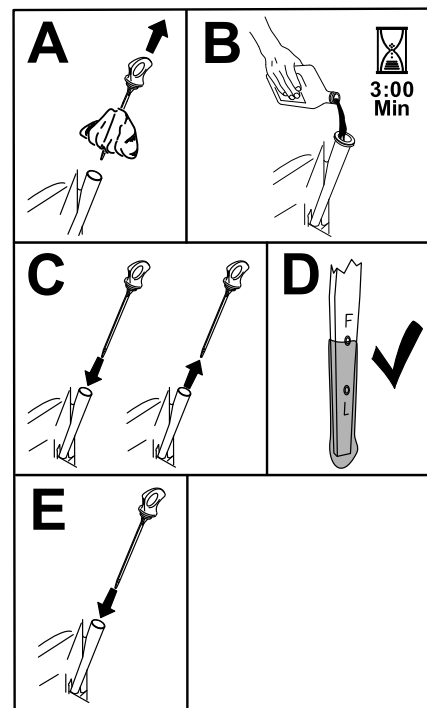

Figura 42
5. Lentamente, deite cerca de 80% do óleo especificado no tubo de enchimento e lentamente adicione óleo para que atinja a marca **Cheio** (Figura 42).